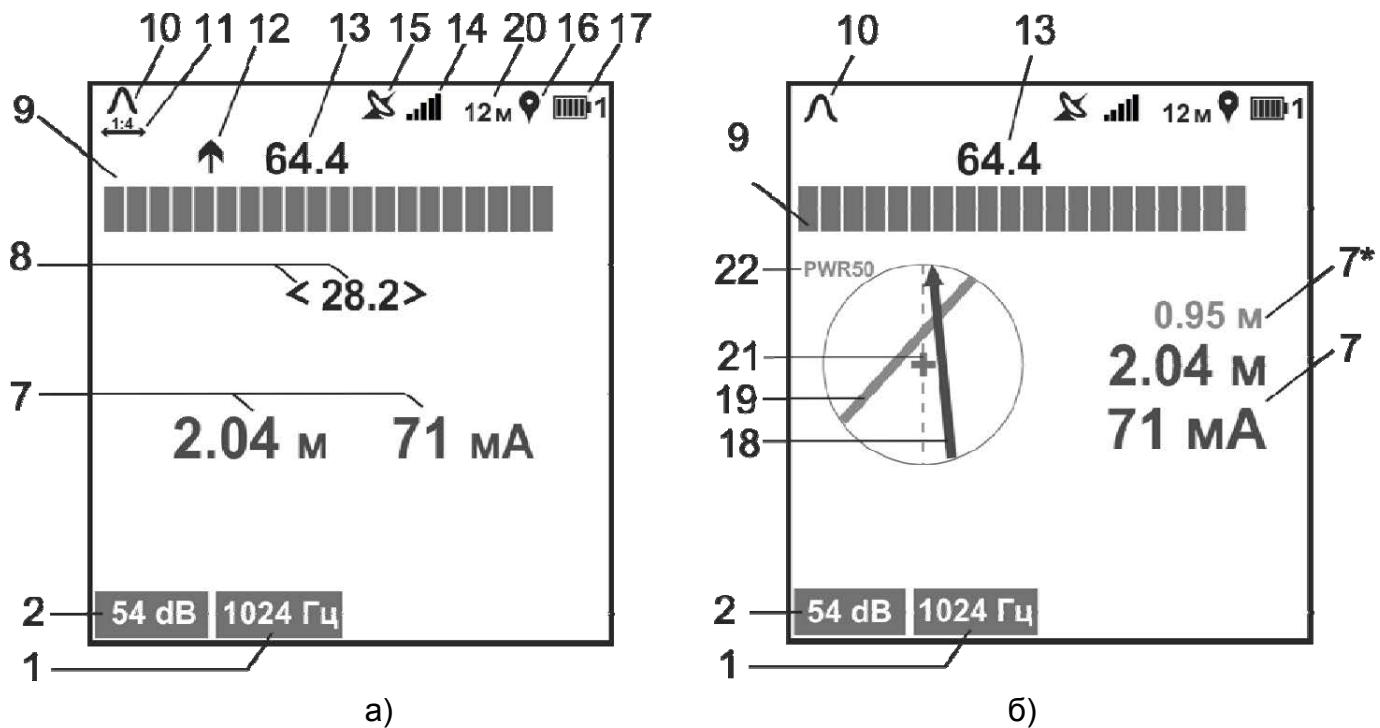

Рисунок 3.2 – Индикация приемника в режиме «ТРАССА»
- режим «ТРАССА» – для поиска коммуникаций с одновременным определением глубины её залегания, величины протекающего по ней тока рабочей частоты (рисунок 3.2а). Дополнительно при включенной функции «КОМПАС»,
отображается положение и направление коммуникации относительно приемника (рисунок 3.2 б).
Примечание. Индикация значения уровня входного сигнала в «дБ» при поиске по «максимуму» и «минимуму» (соответственно поз. 13 и 8 на рис. 3.2) при перегрузке соответствующих им входных каналов меняет свой цвет на красный
При включенной опции «растяжка шкалы «максимум» 1:4» цена деления уменьшается в четыре раза, тем самым увеличивая разрешающую способность шкалы. При этом на экране отображается символ «» (поз. 11 на рис. 3.2), под шкалой «максимум» появляется желтая полоса, указывающая положение окна растяжки относительно исходной (нерастянутой) шкалы.
По мере продвижения по трассе ориентируйте приемник относительно коммуникации таким образом, чтобы на экране указатель положения коммуникации (поз. 18 рис. 3.2 б) совпадал с осью приемника (поз. 21 рис. 3.2 б).
Пример поиска с включенной функцией «Вторая линия» показан на рисунке 4.2.3б. В этом режиме указатель положения «Второй линии» (поз. 19 рис. 3.2б) и значение глубины ее залегания (поз. 7* рис. 3.2б) отображаются синим цветом.